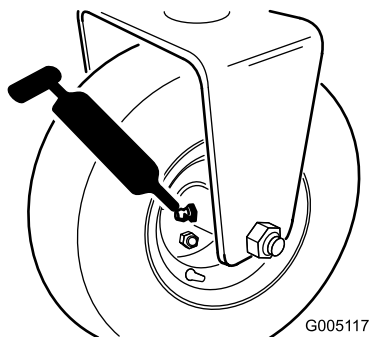

Bild 25
- Hinterradlager (1) (Bild 25)